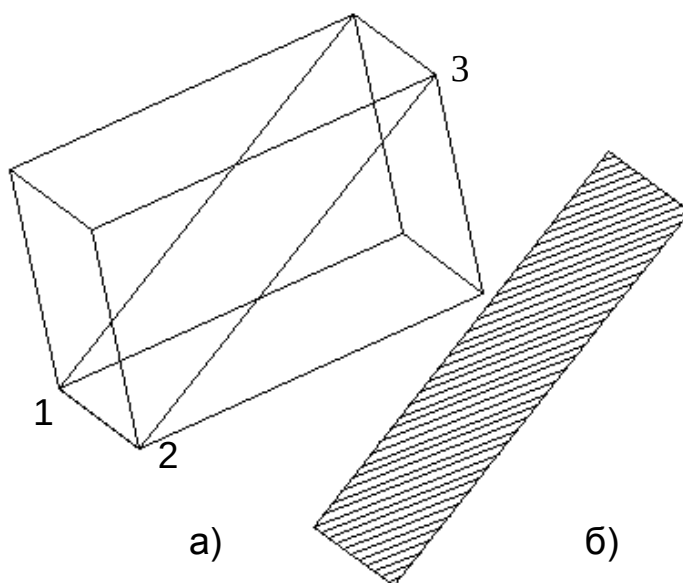

Рис. 6.10. Сечение тела плоскостью.
- указать объект, сечение которого необходимо построить - укажите объект (параллелепипед) (рис. 6.10а).
Полученный результат представлен на рис. 6. 10а. Здесь сечение расположено на изображении тела параллелепипеда. На рис. 6.10б полученное сечение смещено и заштриховано.